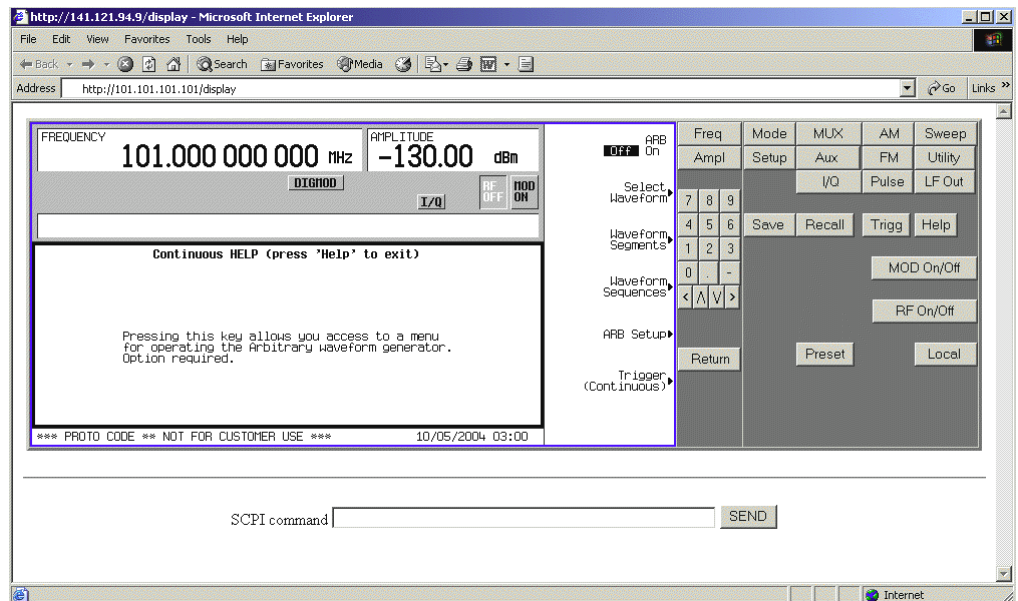

Рисунок 2-14. Страница виртуальной передней панели
Кнопка меню Signal Generator Web Control на Web-странице серии PSG обеспечивает доступ ко второй Web-странице. Эта страница (см. **Рисунок 2-14**) дублирует интерфейс в виде виртуальной передней панели, которой можно пользоваться для управления прибором. Вы можете пользоваться мышью для нажатия экранных клавиш, включая функциональные клавиши и цифровую клавиатуру. Кроме того, здесь имеется окошко для ввода команд SCPI, посылаемых на прибор.
- Нажмите кнопку Signal Generator Web Control в левой части страницы. Появляется новая страница (Рисунок 2-14).